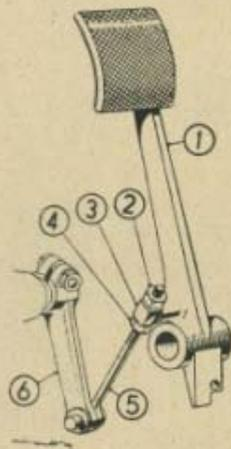

Fig. 24. - Regolazione del gioco del pedale della frizione.
Per far ciò è necessario svitare di quanto occorre il dado (4), quindi bloccare il puntone sul perno di comando (3), serrando il dado (2) (vedi fig. 24).